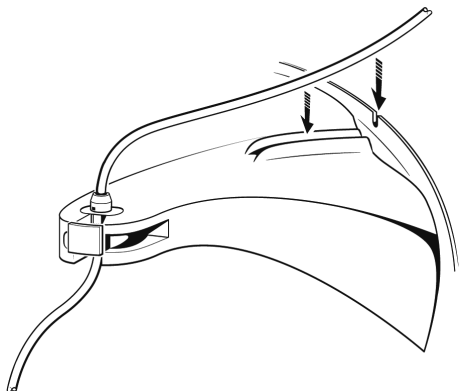

Figura 5. Posizionare il tubo attraverso la guida sul bordo della centrifuga.
8. Premere il tubo nella scanalatura del braccio di supporto e farlo passare attraverso la guida sul bordo della centrifuga (vedere la Figura 5).